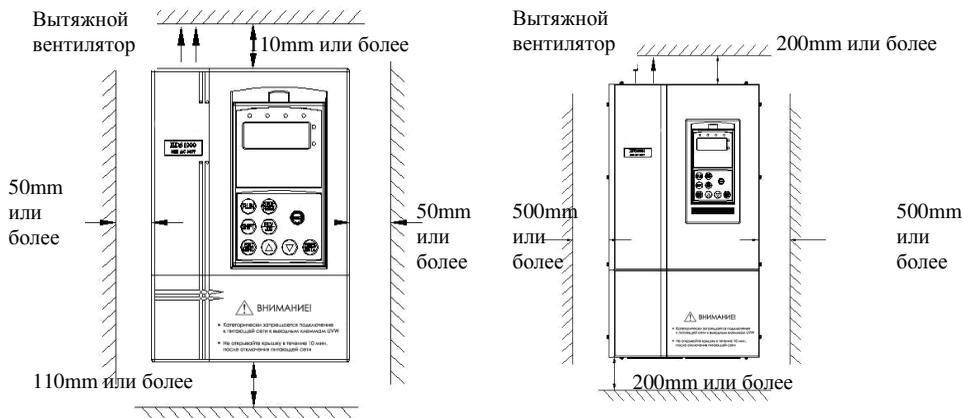

Рис. 3-1 Пространство при установке
(1) Инвертор устанавливается вертикально, горизонтальная установка серьезно влияет на отвод тепла, и инвертор должен использоваться с меньшей мощностью.
(2) Требования к минимальному пространству для установки и к расстояниям представлены на рис. 3-1.